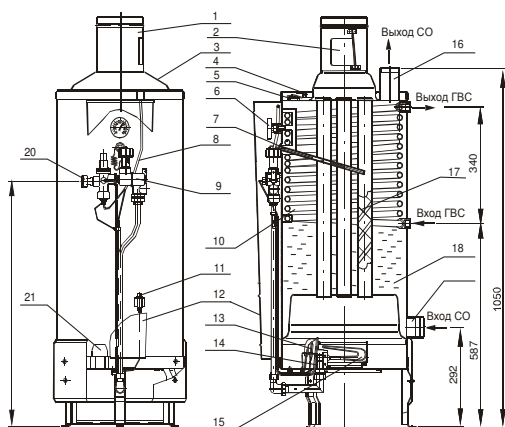
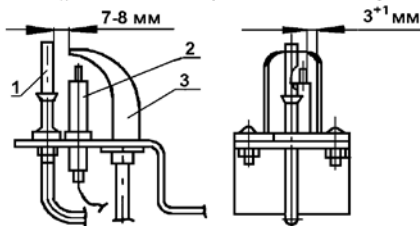

Рис. 1 Аппарат комбинированный (отопительный) газовый бытовой Универсал
Рис.3 Устройство запальное
4.1. Аппарат напольного типа имеет цилиндрическую форму. На лицевой стороне установлена дверка 12 (Рис.1).
4.3. Тягопрерыватель 1 (Рис.1) предназначен для автоматической стабилизации величины разрежения в топке аппарата, т.е. уменьшения влияния колебания величины разрежения в дымоходе на тягу в топке аппарата. Для успешной работы дверца тягопрерывателя 2 (Рис.1) должна легко вращаться на оси.
4.5. Автоматика по тяге и перегреву состоит из датчика тяги 4 (Рис.1) (биметаллическая пластина с микровыключателем), укрепленного на крышке бака, защитного термостата 5 (Рис.1) и проводов 4, соединяющих микровыключатель датчика тяги и защитный термостат с автоматикой аппарата 9 (Рис.1). Защитный термостат обеспечивает автоматическое аварийное отключение подачи газа при нагреве воды в баке $93^{\circ}\text{C} \pm 100^{\circ}\text{C}$. После остывания воды в баке до температуры $60^{\circ}\text{C} - 70^{\circ}\text{C}$ защитный
4.6. Устройство запальное Рис.3 предназначено для крепления запальника, термопары, свечи зажигания и розжига основной горелки. Для обеспечения воспламенения газа зазор между электродом свечи зажигания и запальником должен быть в пределах 3 ± 1 мм.
5.10. Во избежание самопроизвольного срабатывания датчика тяги колпак 3 (Рис.1) не должен касаться биметаллической пластины датчика тяги.
6.8. Установите аппарат вертикально, и проверьте вертикаль по уровню. Установите зеркало 21 (Рис.1) в нижней части бака.
6.9. Установите на аппарат тягопрерыватель 1 (Рис.1), обеспечив его строго вертикальное положение. Конец дверцы тягопрерывателя 2 (Рис.1) не должен выступать наружу и должен отклоняться от номинального положения внутрь тягопрерывателя не более чем на 1 - 2 мм. Дверца тягопрерывателя должна легко вращаться на оси. Колпак 3 (Рис.1) не должен касаться биметаллической пластины датчика тяги 4 (Рис.1).
6.12. Проверьте работу пьезорозжига. При нажатии на кнопку пьезорозжига 11 (Рис.1) должна проскакивать искра между электродом свечи 2 (Рис.3) и запальником 3 (Рис.3).